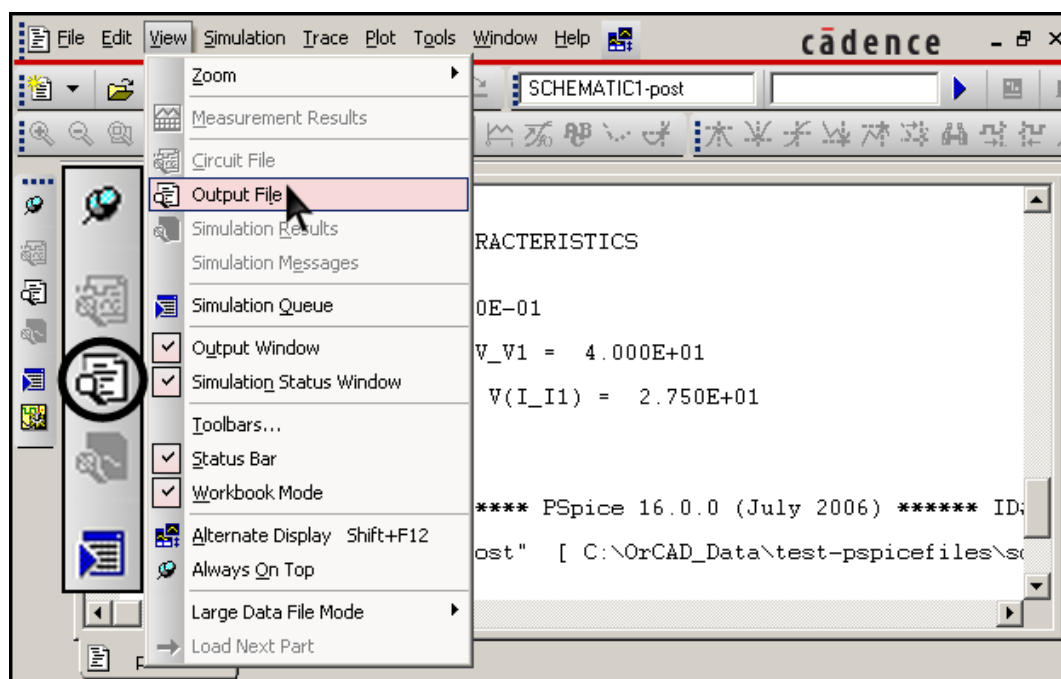

Рис. 12. Просмотр выходного файла
14. Открыть выходной файл (**Output file**). В программе PSpice A/D выполнить команду **View>Output File** или щелкнуть соответствующий значок панели инструментов (рис. 12).